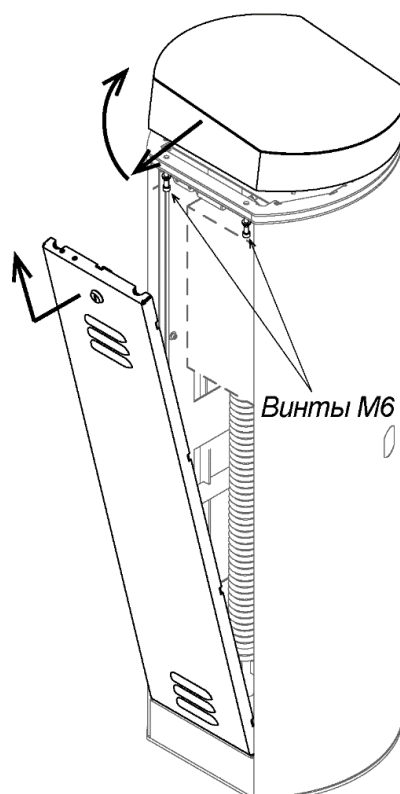

Рисунок 11. Порядок снятия верхней крышки шлагбаума
1. Снимите дверцу, предварительно повернув ключ замка, и открутите два винта М6, которые находятся снизу на верхней грани проема дверцы. Аккуратно, чтобы не повредить установленную внутри плату управления, снимите крышку, сдвинув ее за передний край на себя и затем подняв его вверх (см. рис. 11).
2. На приводе стрелы переведите рычаг (13) в нижнее положение. Для этого шлицевой отверткой вращайте винт (или ручку, в зависимости от модификации привода) разблокировки привода (21) против часовой стрелки до упора.
3. Если ранее были установлены балансировочные пружины (8), то их необходимо снять (см. разд. 8.5.6).
4. Демонтируйте рычажно-шатунную группу – детали (12) и (13), для чего открутите два болта (14) с внутренним шестигранником S10 и снимите стопорное кольцо (15). Детали плотно насажены на оси, при снятии покачивайте их из стороны в сторону, при необходимости используйте большие отвертки в качестве рычагов.
5. Снимите стопорное кольцо (16) и разъедините детали – шатун (12) и рычаг (13). Замените рычаг (13) на другой из комплекта поставки (рычаг с маркировкой 18B-B соответствует правосторонней установке стрелы, рычаг с маркировкой 18B-A – левосторонней). Установите шатун на новый рычаг и зафиксируйте обе детали стопорным кольцом (16).
6. Открутите четыре винта (18) с внутренним шестигранником S6 и переставьте упор (17) зеркально относительно вертикальной оси привода, на рисунке – место (19). Перед установкой упора на новое место проверните вал редуктора с упорной лапкой (20) при помощи винта (ручки) разблокировки привода (21). При необходимости зафиксируйте упор на новом месте винтами (18).
7. Установите на место рычажно-шатунную группу и закрепите ее болтами (14) на валу кронштейна стрелы и стопорным кольцом (15) на шарнире лапки (20).
Для разблокировки стрелы откройте дверцу шлагбаума, отключите питание шлагбаума и шлицевой отверткой вращайте винт (ручку) разблокировки привода (21) (см. рис. 11) влево или вправо до тех пор, пока нижний шарнир шатуна (12) не выйдет из крайнего положения и стрела не станет поддаваться ручному воздействию вверх или вниз.